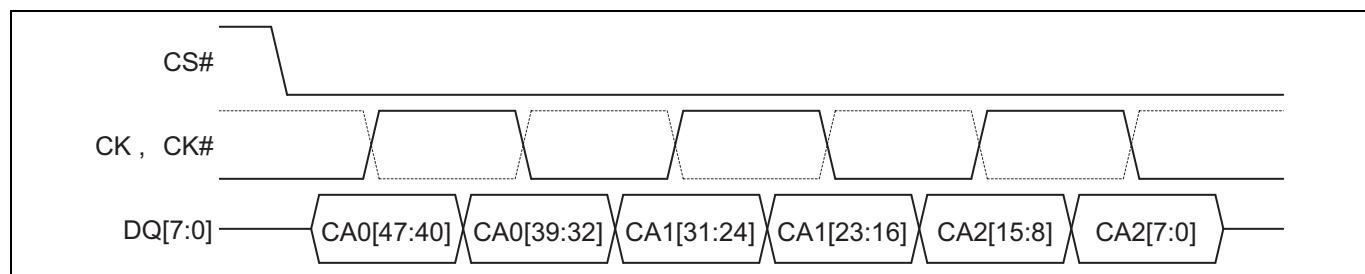

Figure 6 コマンド / アドレス (CA) シーケンス [4.5,6,7]
4. Figure 6 に HYPERBUS™ でのすべてのトランザクションの初期の 3 クロックサイクルを示します。